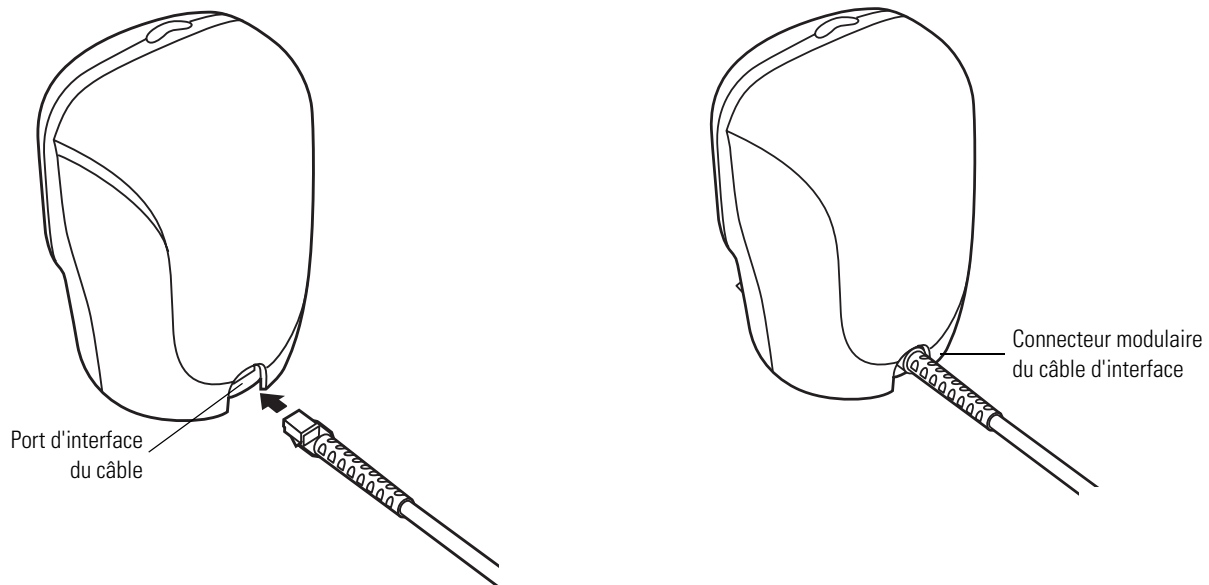

Figure 1-2. Installation du câble d'interface
2. Connectez le câble d'interface à l'arrière du LS9203 via le port prévu à cet effet (Voir Figure 1-2.)